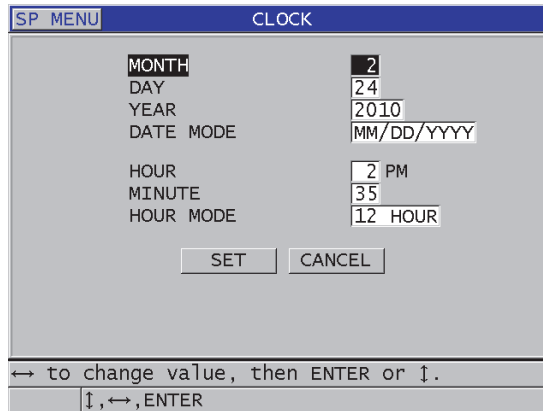

Abbildung 4-2 Einstellen von Datum und Zeit
3. Führen Sie Folgendes im Fenster **UHRZEIT** (siehe Abbildung 4-2 auf Seite 69) aus: